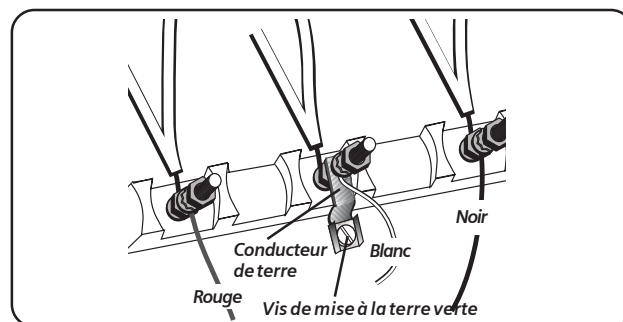

Figure 8
7. Serrer toutes les connexions de façon sécuritaire et replacer le couvercle du bloc de bornes (voir figure 8).